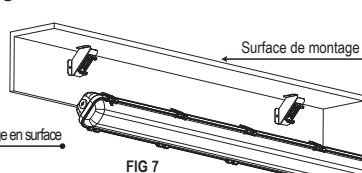

FIG 7
- Utilisez des ferrures de montage appropriées pour fixer le support d'angle à la surface de montage, comme illustré à la Figure 7.